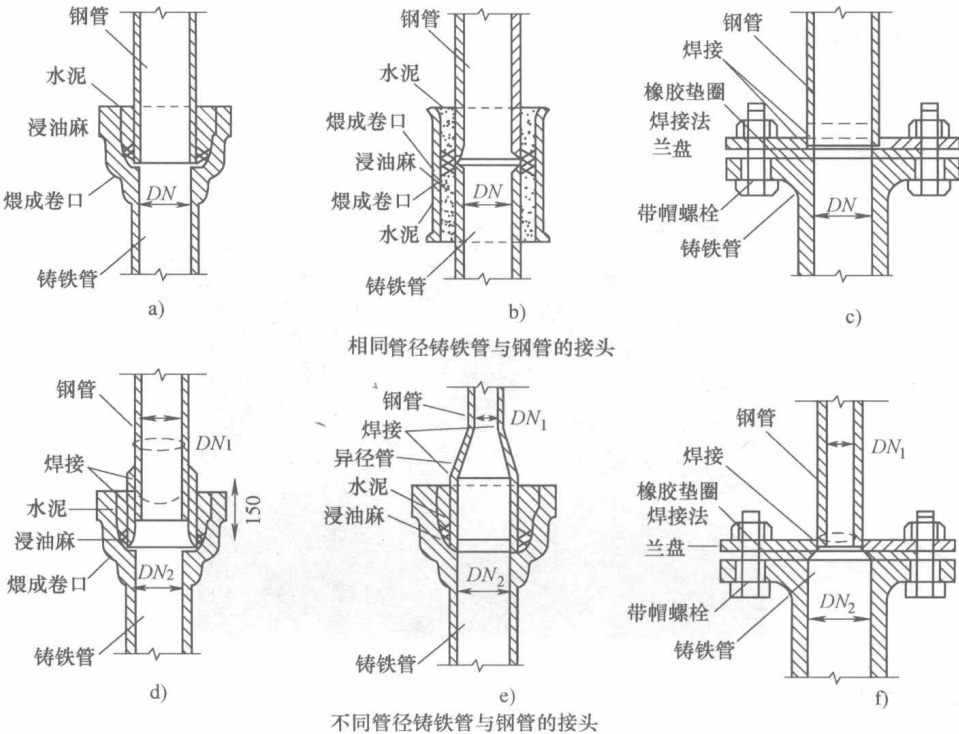

图 1-5 铸铁管与钢管的连接方式
① 在干管安装前清扫管膛, 将承口内侧插口外侧端头的沥青除掉, 承口朝向来水方向顺序排列, 连接的对口应不小于 3mm。找平找直后, 将管道固定。管道拐弯和始端处应支撑顶牢, 防止捻口时轴向移动, 所有管口随时封堵好。
② 采用橡胶圈接口的管道, 允许沿曲线敷设, 每个接口的最大偏转角不得超过 20° 。
③ 给水铸铁管与镀锌钢管连接时按图 1-5 的几种方式安装。